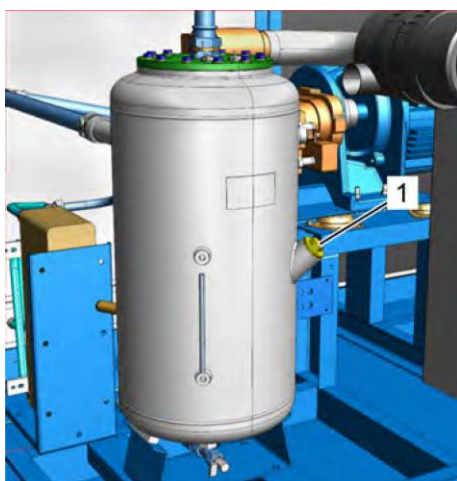

Рис. 43: Резьбовая пробка налив-ного отверстия
6. Отверните резьбовую пробку наливного отверстия (Рис. 43/1), извлеките ее и проследите за тем, чтобы не потерялось уплотнительное кольцо.
- 15.** Вставьте резьбовую пробку наливного отверстия (Рис. 43/1) и затяните ее ☞ Приложение «Моменты затяжки винтов» на странице 110.